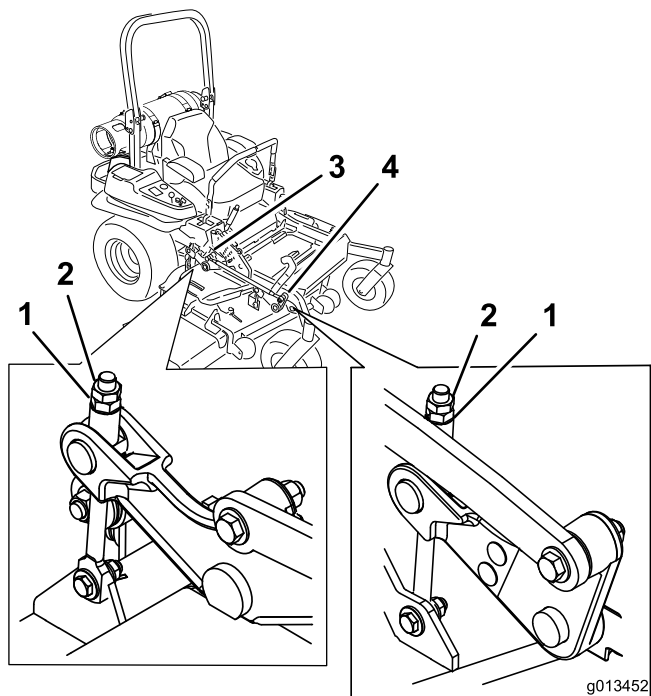

Figura 87
10. Gire la tuerca de ajuste del conjunto de elevación de la carcasa delantera para modificar la altura (Figura 87).
16. Gire la tuerca de ajuste del conjunto de elevación de la carcasa delantera para modificar la altura (Figura 87).